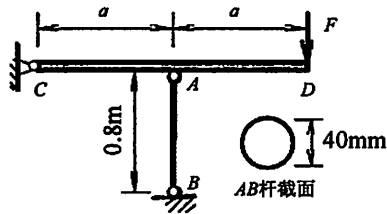

图 4-6
6. 图 4-6 所示结构， CD 为刚性杆，杆 AB 的 $E=200\text{GPa}$ ， $\sigma_p=200\text{Mpa}$ ， $\sigma_s=240\text{Mpa}$ ，经验公式 $\sigma_{cr}=304-1.12\lambda$ (MPa)，求使结构失稳的最小荷载 F 。（注：直线公式系数 a 和 b 分别取 304MPa 和 1.12MPa ）（20 分）